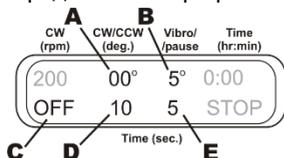

Рисунок 9.
- 6.9.4. **Вибродвижение + Пауза.** Отключите режим вращения, выставив время на ноль (OFF, рис. 9/C). Для возвратно-поступательного движения, установите угол поворота на ноль (рис. 9/A) и время (1-250 с, рис. 9/D), это продолжительность паузы. Установите угол поворота (1-5°, рис. 9/B) и время (1-5 с, рис. 9/E) для вибродвижения. График на рисунке 10 отображает данную программу.